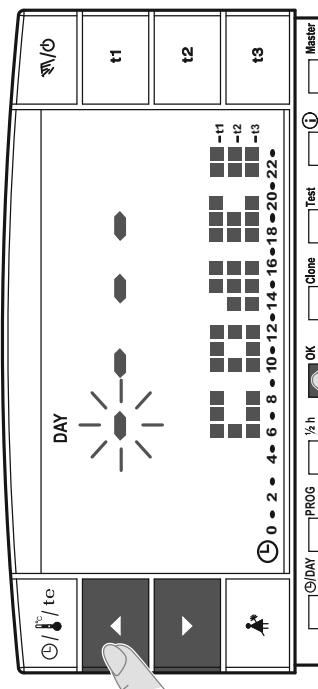
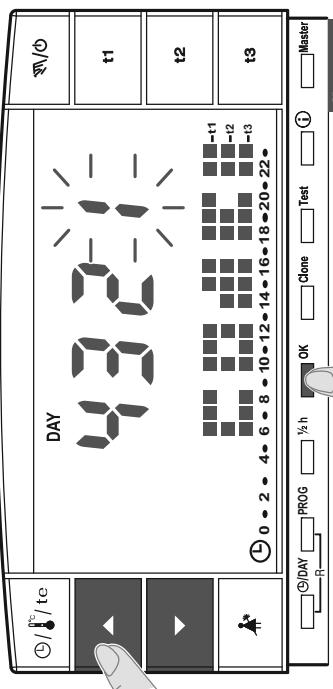

fig. 77
fig. 78
- En el pantalla aparecerá el mensaje **CODE II** y el primer guión a la izquierda parpadeará (fig. 77); registrar la **nueva contraseña** con las teclas **▲▼** luego confirmar cada valor con la tecla **OK** (ejemplo fig. 78).
- Cuando en el pantalla aparezca el mensaje **CODE II** registrar los 4 guiones (- - - -) y confirmar cada “guión” con la tecla **OK** (fig. 77).